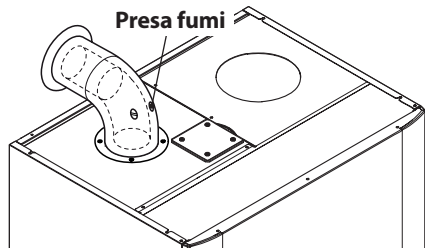

Figura 6.6
**Per questa operazione si può usare la presa fumi posta sullo scarico fumi (Figura 6.6).**